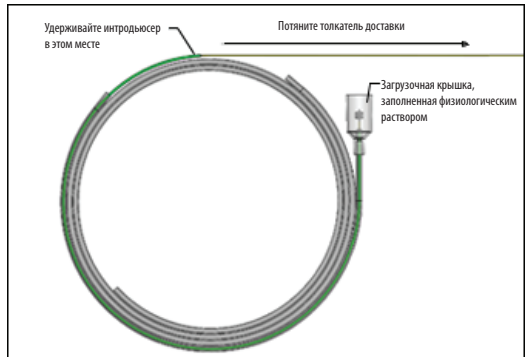

Рисунок 5. Потяните толкатель доставки в проксимальном направлении, чтобы оттянуть имплантат
16. Одной рукой зафиксируйте зеленый интродьюсер, возьмите толкатель доставки и аккуратно потяните в проксимальном направлении, чтобы начать втягивать имплантат, см. рисунок 5.